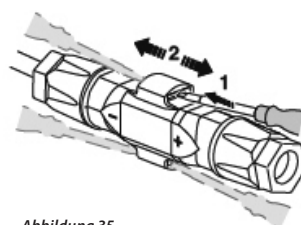

Abbildung 35
2.1 Kabel anschließen (Abbildung 35)